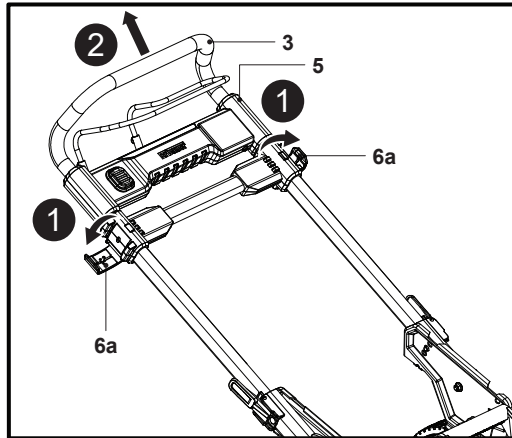

Fig. 3
4. Ouvrir les deux leviers de serrage (6a), puis saisir le guidon (3) et tirer progressivement le guidon supérieur (5) jusqu'à entendre un déclic (Fig. 3, étapes 1, 2).